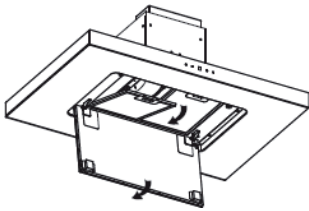

Imagen 1
1. Abra el panel de la luz LED y extraiga el filtro antigrasa (véase ilustración 1).